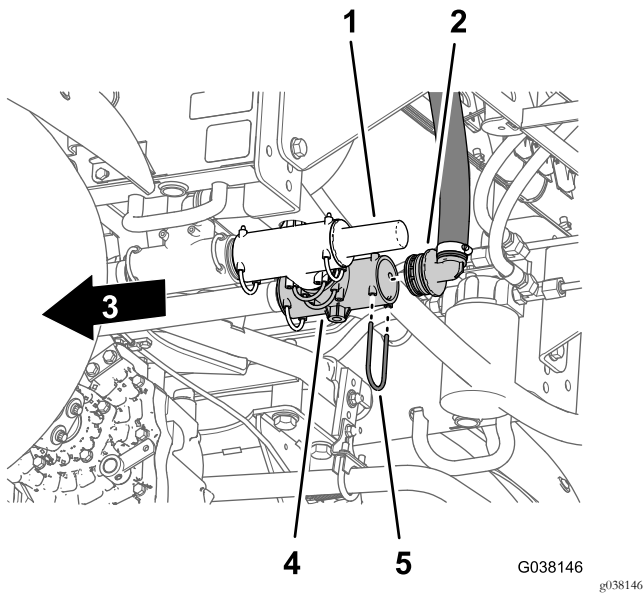

Рисунок 23
1. В задней части машины снимите держатель, который крепит прямоугольный штуцер типа «елочка» возвратного шланга к тройнику, расположенному ближе к внутренней части машины относительно клапана сброса давления (Рисунок 23).
2. Снимите прямоугольный штуцер типа «елочка» с тройника (Рисунок 23).